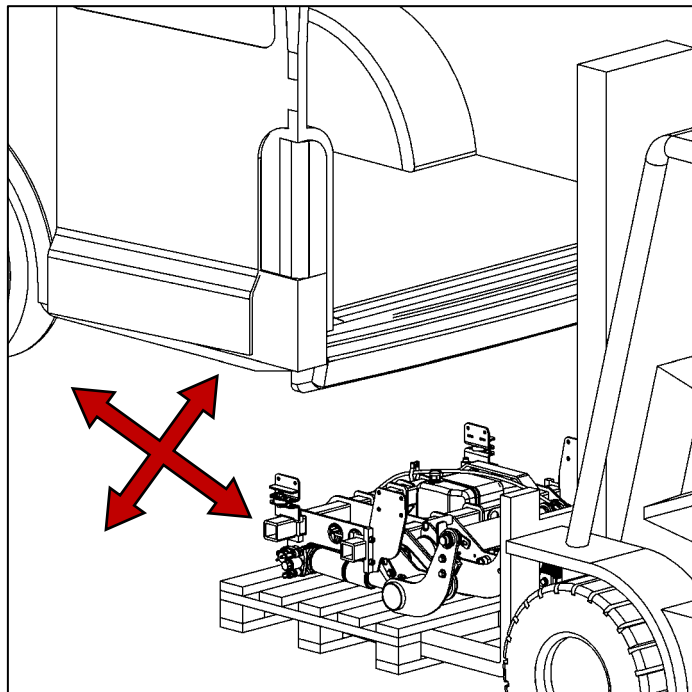

Abbildung 28
- Hubwerk auf dem Montagewerkzeug oder der Palette unter dem Fahrzeug ausrichten (siehe Abbildung 28).